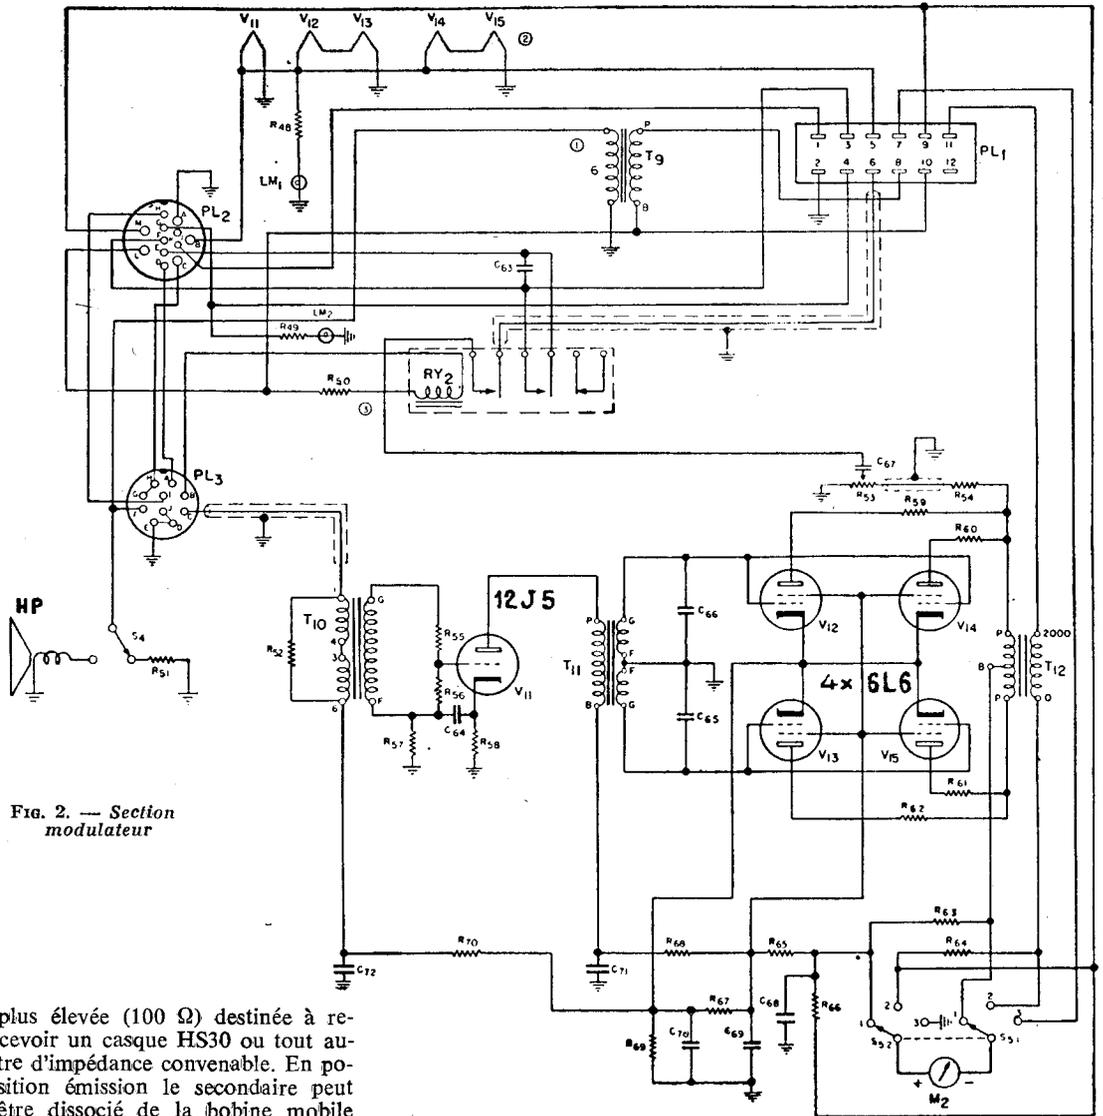

Fig. 2. — Section modulateur
- FIG. 2. — Valeurs des éléments :